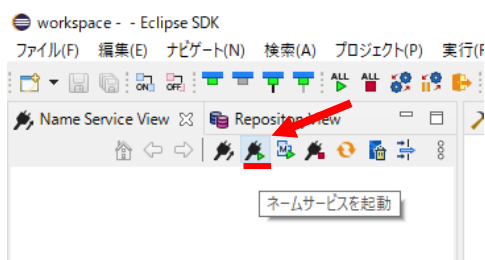

図 25 [Name Service View]の[ツールバー]内の[ネームサービスを起動]の場所
- ⑥ 図 25 のように[Name Service View]の[ツールバー]から[ネームサービスを起動]をクリック.